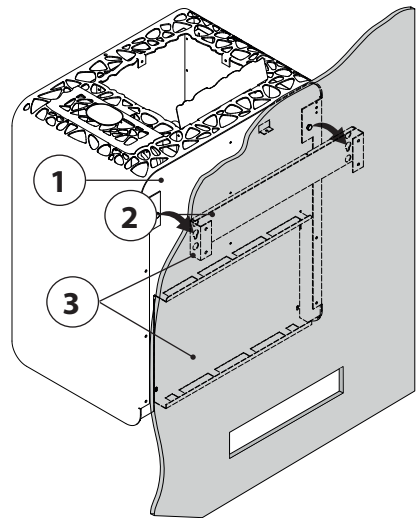

Abb. 7
- Den Saunaofen mit den beiden Sechskantköpfen (1) auf der Ofenrückseite in der Wandhalterung (2) einhängen und an den beiden Abstandhaltern (3) anlegen (Abb. 7).